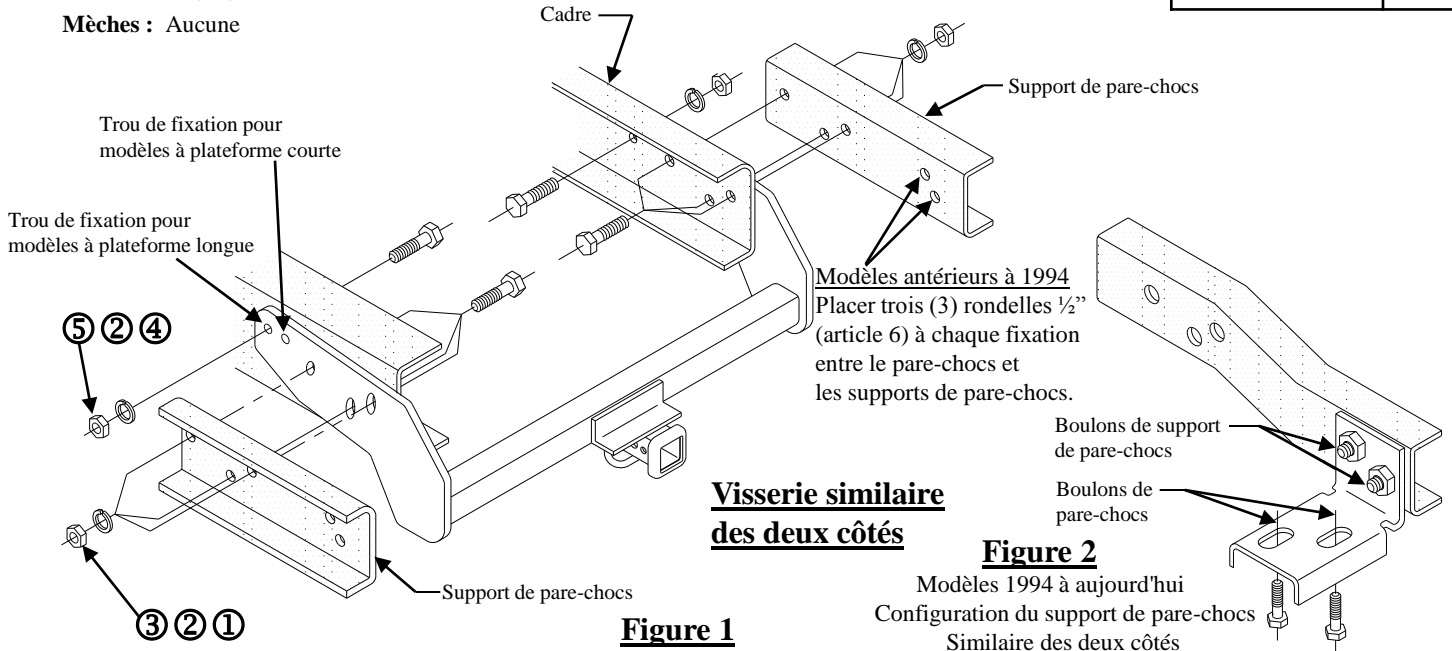

Figure 1
6. **Modèles antérieurs à 1994 :** Réinstaller le pare-chocs sur les supports de pare-chocs à l'aide des boulons d'origine et de trois (3) rondelles 1/2" pour chaque boulon servant d'espaces entre les supports et le pare-chocs, voir la Figure 1.